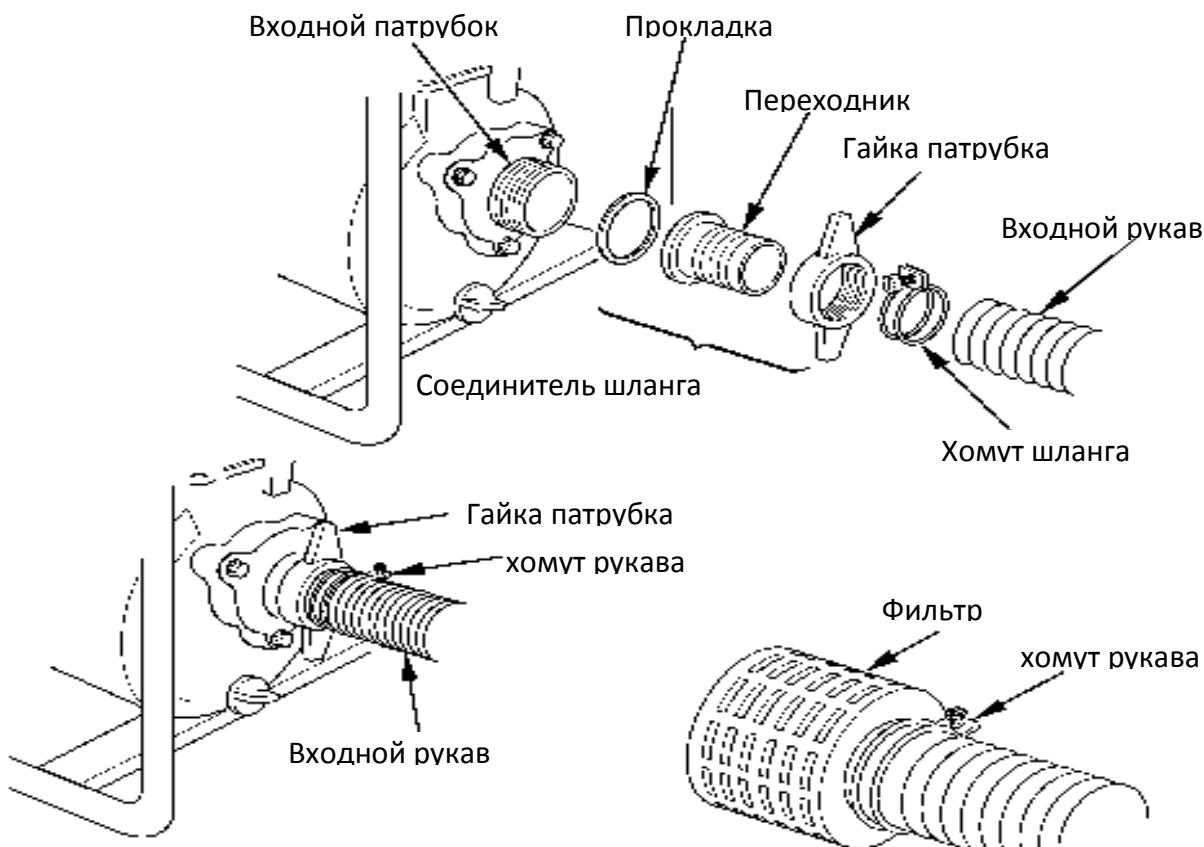

Рис.10
- Смонтировать детали всасывающего и подающего тракта, для этого используйте имеющиеся в продаже рукава, и штатные соединители и хомуты. Необходимо использовать несминаемые(гофрированные) рукава, исключающие «переламывание». Длина всасывающего рукава не должна превышать требуемую расчетную величину, так как от этого зависит максимальная эффективность работы насоса. Последовательность соединения показана на Рис.10